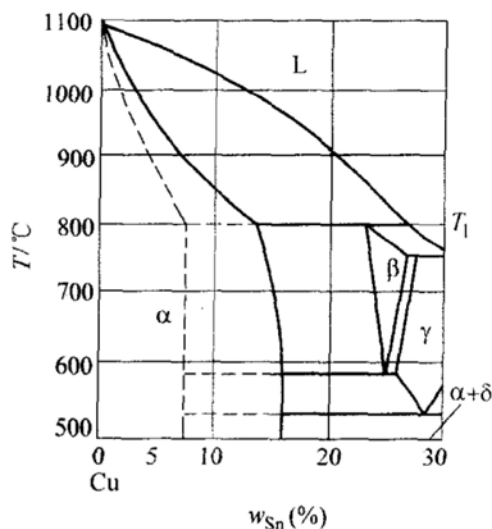

图 19-3 第二题第 7 小题图
(1) 写出三相平衡和四相平衡反应式;
(2) 标出成分为 5% Pb、65% Bi 与 30% Sn 合金所在位置, 写出该合金凝固结晶过程, 画出并说明其在室温下的组织示意图。
7. (20 分) Cu-Sn 合金相图局部如图 19-3 所示。